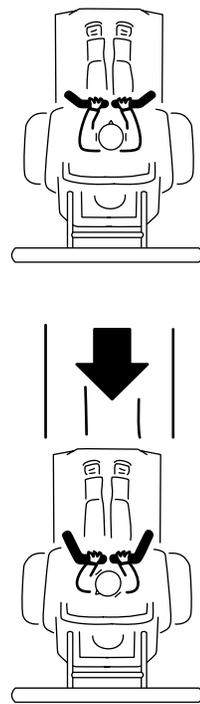

图26
3. 要向后行驶，先观察后方，然后慢慢向后拉动控制手柄（图26）。